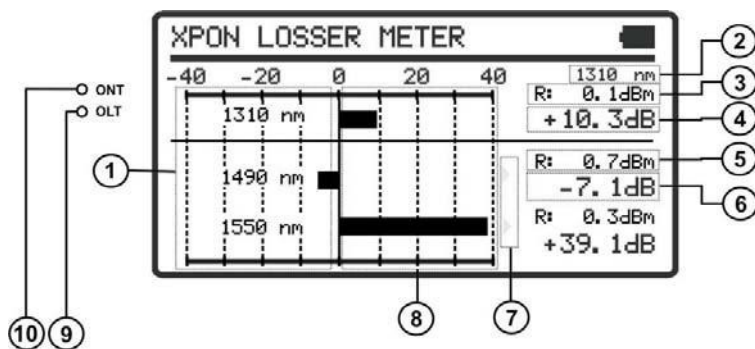

Figure 11.- Écran LOSSES METER.
- 3.- Appuyez sur **SEL**  [4] pour entrer à l'écran (voir figure 11).